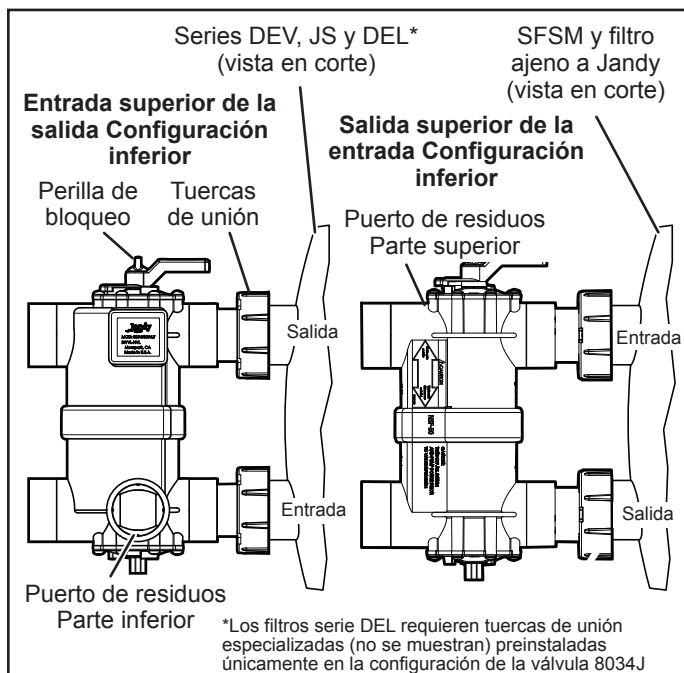

Figura 1. Posiciones de la manija (DE y arena)
- Sostenga la válvula en la orientación correcta y coloque en los puertos del filtro. Consulte la Figura 1.
- Afloje y extraiga la perilla de bloqueo y la manija de la válvula. Consulte la Figura 1.